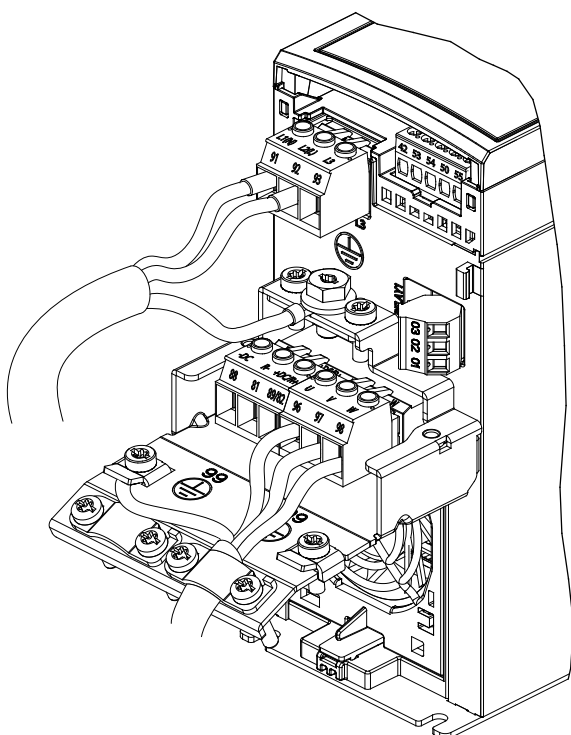
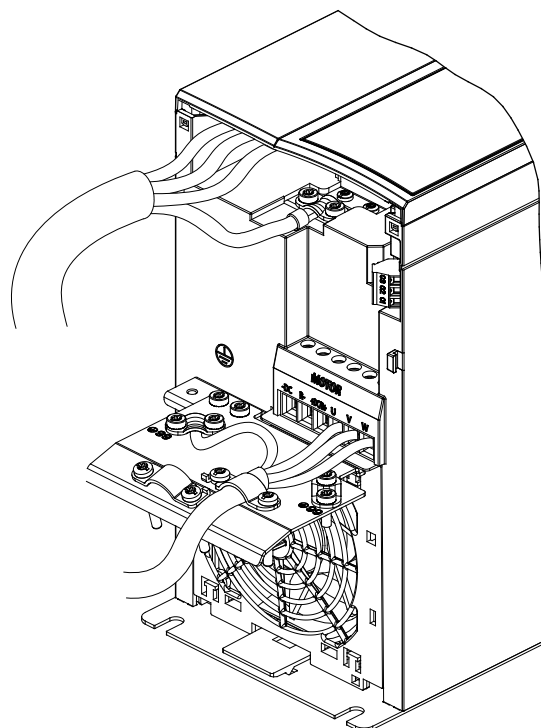
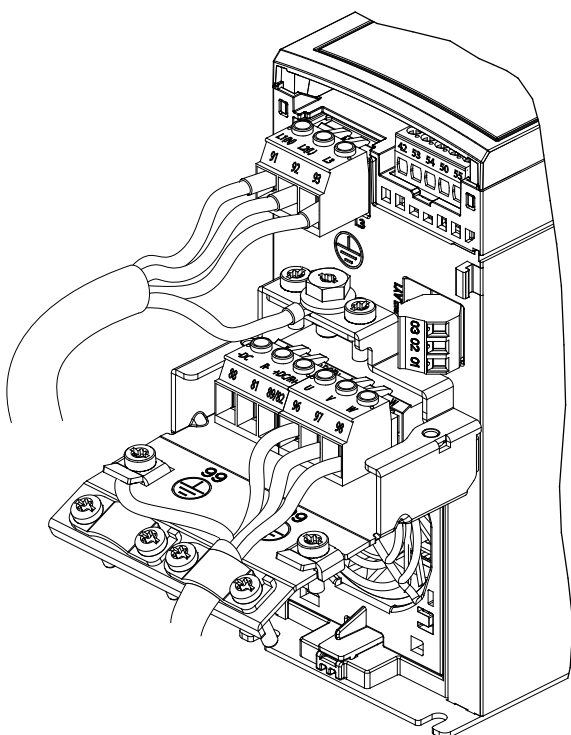

Рисунок 4.6 Подключения сетевого питания, двигателя и заземления в однофазных преобразователях частоты
Рисунок 4.8 Подключения сетевого питания, двигателя и заземления в трехфазных преобразователях частоты (K4, K5)
Рисунок 4.7 Подключения сетевого питания, двигателя и заземления в трехфазных преобразователях частоты (K1, K2, K3)
Подключения сетевого питания, двигателя и заземления в одно- и трехфазных преобразователях частоты показаны на *Рисунок 4.6*, *Рисунок 4.7* и *Рисунок 4.8*, соответственно. Фактические конфигурации отличаются для разных типов устройств и дополнительного оборудования.
1. Подключите кабели сети переменного тока к клеммам N и L в однофазных блоках (см. *Рисунок 4.6*) или клеммам L1, L2 и L3 в трехфазных блоках (см. *Рисунок 4.7*).